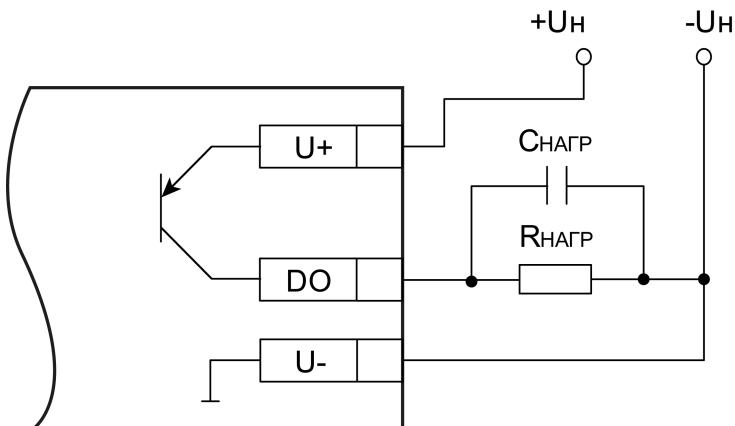

Рисунок 5.13 – Схема подключения нагрузки в режиме включения «верхний ключ»
- верхний ключ (рисунок 5.13) – для коммутации нагрузки с меньшей емкостью и большим током;